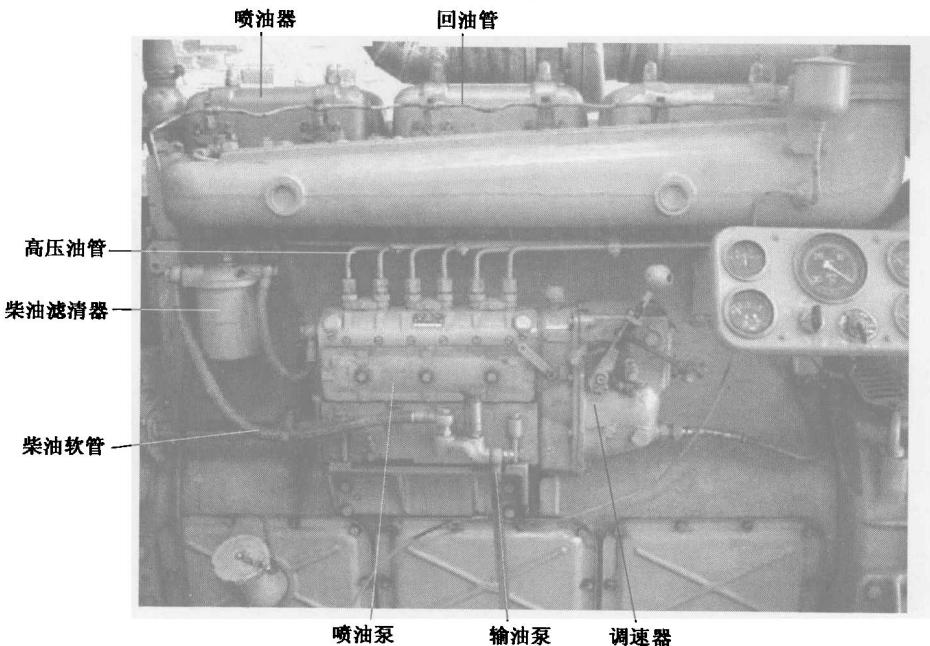

图 1-1 燃油供给系统的实物组成部件
柴油机在使用过程中所发生的故障多数是燃油供给系统引起的。燃油供给系统中各零部件工作性能的好坏，将直接影响到柴油机的动力性、经济性、噪声和废气排放等指标。正确地维修燃油供给系统中的各零部件，是确保柴油机正常工作的关键。燃油供给系统中的喷油泵、调速器、喷油器和输油泵等是柴油机中最精密的部件，这些部件的调整和维修精度比较高，在柴油机工作中又特别容易发生故障，因此，在维修柴油机时，对于燃油供给系统应给以足够的重视。燃油供给系统的实物组成部件如图 1-1 所示。
- ② 喷油泵的油量调节采用拨叉方式，制造较为简单。
- ③ 滚轮体总成高度的上升或下降可以通过增减垫块的方法进行调整。
- ④ 通用性和互换性较强，结构较紧凑，重量较轻，体积较小，零件也比较少。
- ⑤ 该型喷油泵存在的缺点是泵体的刚度较差，容易产生变形，个别零件的使用寿命较短，调节机构也不够灵活等。
- ① 该系列喷油泵的泵体为整体式结构，其中 P 型泵采用整体密封式结构。
- ② 油量的调整由齿杆齿圈式调节机构完成。
- ③ 滚轮体总成高度的上升或下降可以通过旋进或旋出滚轮体螺钉的方法进行调整，其中 P 型泵采用增减垫片的方法改变滚轮体总成的高度。
- ④ 柱塞槽由螺旋槽和外开直槽组成。
- ⑤ 该系列喷油泵可根据使用情况的不同来选用全程式或两极式调速器。
- 柱塞式喷油泵的外部结构如图 1-1 所示。